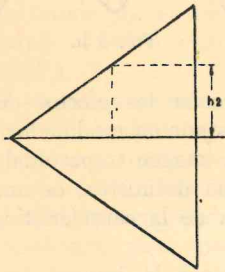

FIG. 5.
introduce distorsión. El porcentaje de profundidad de modulación se obtiene, comparando las características trapezoidal y de envolvente de onda, por medio de la fórmula (1), introduciendo los valores de  $h_1$  y  $h_2$  dados en la figura 3. Por consiguiente, la imagen triangular (fig. 5) indica una